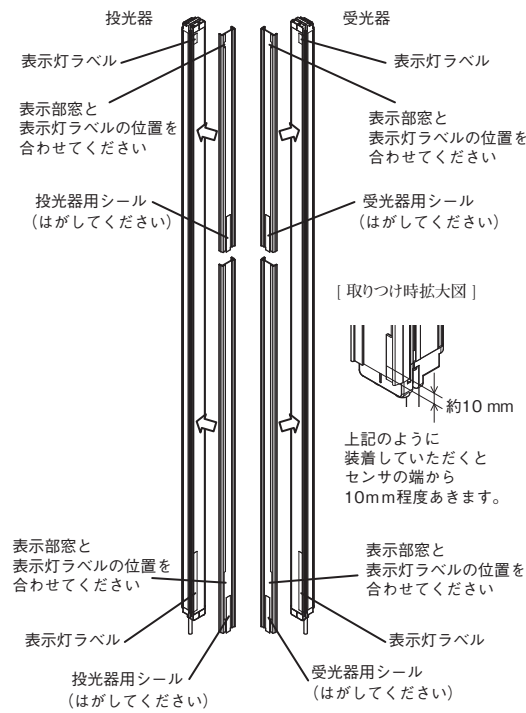
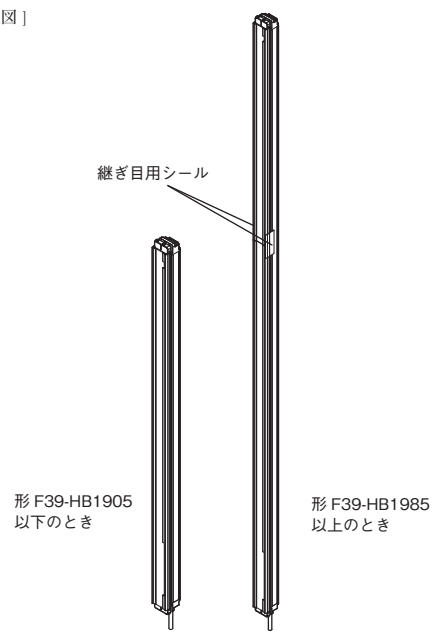

図4
図5
① スパッタ保護カバーをセンサに取り付けます。(図4)
② 投光器用 / 受光器用シールをはがしてください。
③ 保護カバーの左右の継ぎ目に添付のシールを貼り付けてください。(図5)
(Figure 4)
3. Affix the included sticker to the horizontal seam where the spatter protection covers meet. (Figure 5)
< Figure 4 >
< Figure 5 >